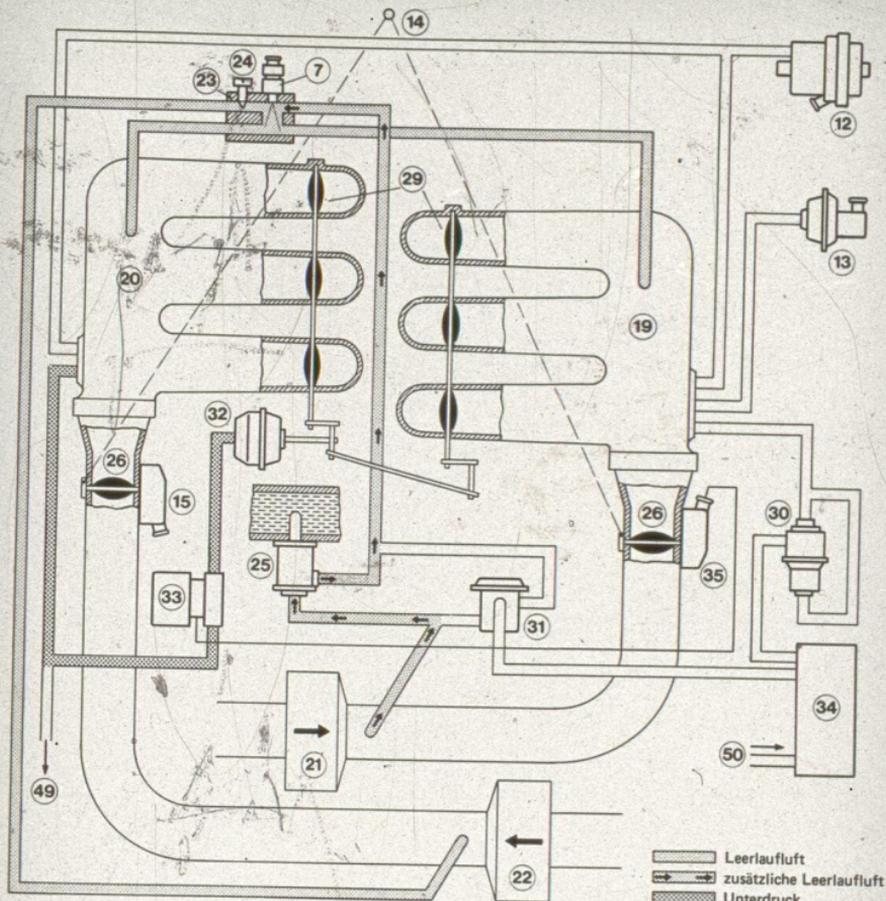

Bild 56
7.2.2. Leerlauf (kalter Motor) Bild 56